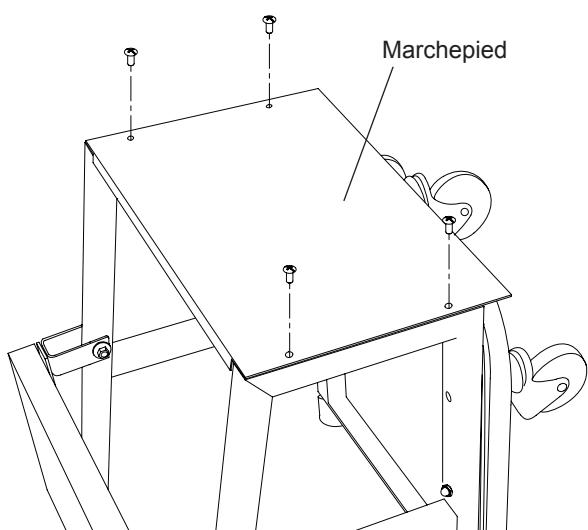

Figure 3 : Installation du marchepied sur les bâts latéraux
- Fixez le marchepied sur les bâts latéraux à l'aide de quatre vis Phillips M6 x 16 (figure 3).